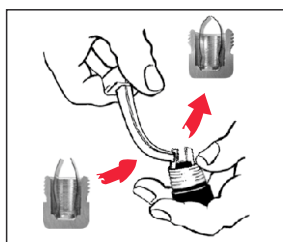

Fig 2
2. Pour augmenter la force du ressort, il faut que les extrémités des lamelles se rapprochent. Pour ce faire, et toujours à l'aide des pinces, plier les lamelles comme indiqué (*fig 2*) vers l'intérieur et de façon symétrique. Chaque lamelle doit toujours avoir la même inclinaison que l'autre. Essayer l'ouverture et la fermeture du BTD pour trouver le compromis adéquat.